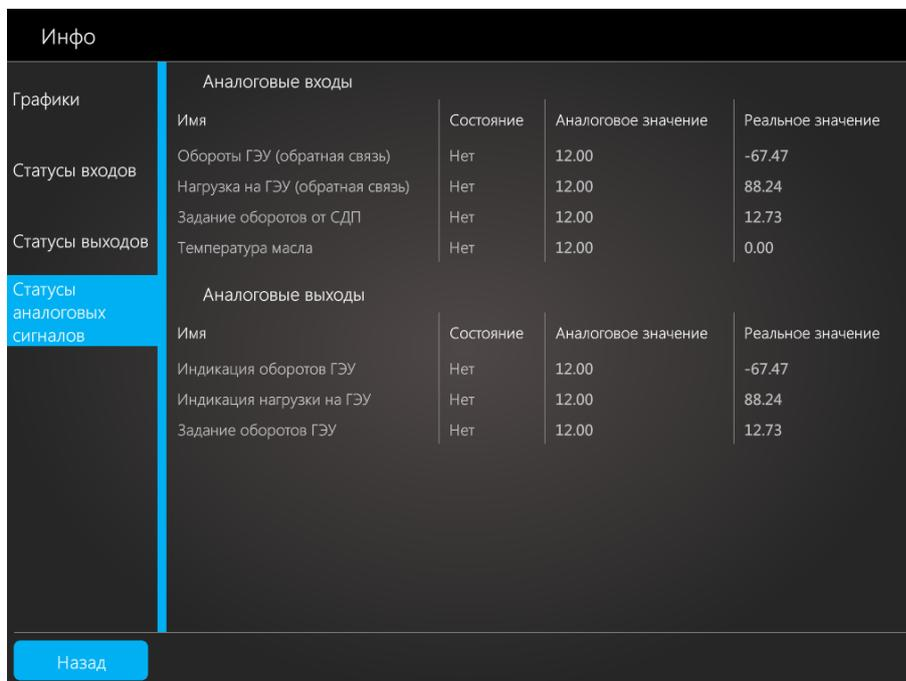

Рисунок 14 – Информационный экран страницы «Статусы аналоговых сигналов»
4. «Статусы аналоговых сигналов» – выводит на экран информацию о состоянии всех аналоговых входов и выходов и наличии на них соответствующих сигналов (см. рисунок 14).